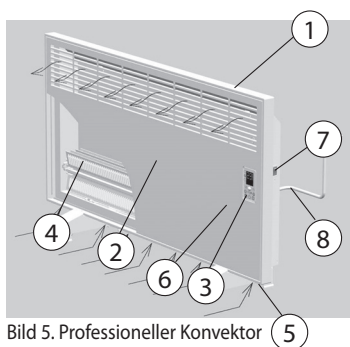
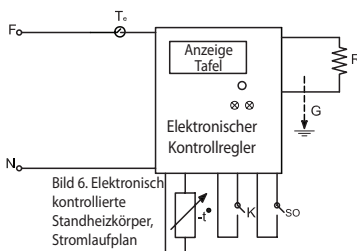
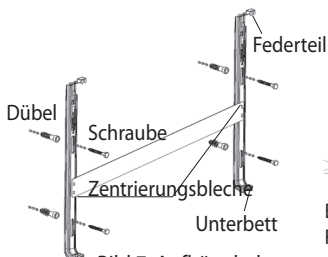

Bild 5. Professioneller Konvektor
Bild 6. Elektronisch kontrollierte Standheizkörper, Stromlaufplan
Bild 7. Aufhängenhaken
2. Damit das Stromkabel nicht auf Spann gebracht wird, sollte die Entfernung des Gerätes zur Steckdose richtig abgemessen werden. Nach Auswahl des richtigen Standortes werden die für die Montage nötigen Löcher nach den Abmessungen in Bild 7 markiert. Für diesen Schritt können die Aufhängenhaken in Bild 5 als Schablone benutzt werden. Dazu Aufhängenhaken an die Wand pressen und die ovale Öffnungen mit einem Bleistift so markieren, dass Standheizkörper (wünschenswert) mindestens 100 mm, max 200 mm vom Fußboden steht. Damit das Gerät effizient laufen kann, sollte auf die Mindestabstände unten, oben und an den Seiten geachtet werden. (Bild 6)